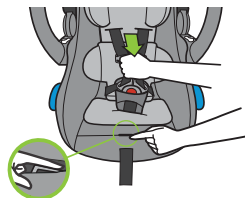

Figure 12
- Tout en appuyant sur la languette de réglage du harnais, tirez sur les sangles du harnais, tel qu'illustré dans la **Figure 12**. La languette de réglage du harnais est accessible via la fente cousue dans le tissu entre la sangle de réglage du harnais et la sangle d'entrejambe.